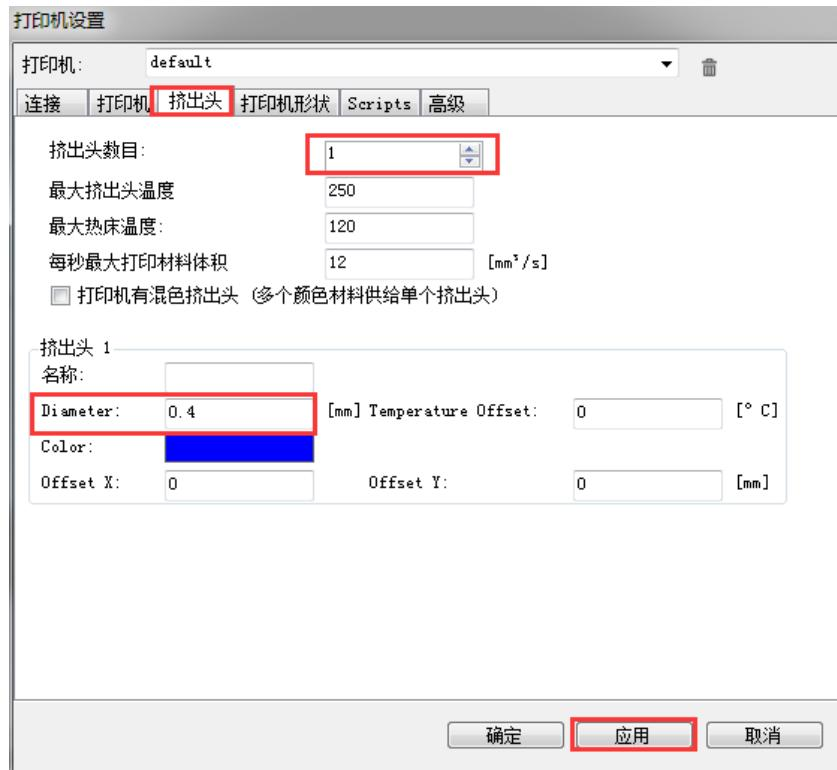

图 5.128 挤出头设置
5. 在“挤出头”页签按图 5.128 红框所示设置参数，其余保持默认值即可，并单击“应用”。